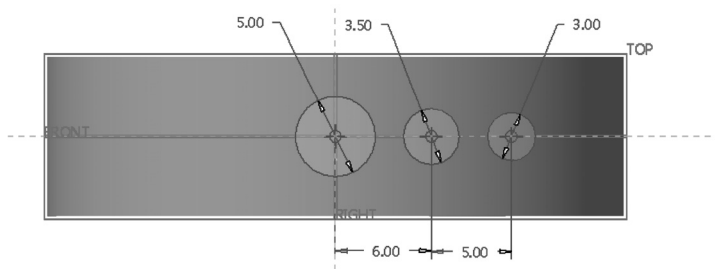

图 4-21 绘制截面
4) 绘制图 4-21 所示的截面，单击✓（确定）按钮，完成草绘并退出草绘模式。